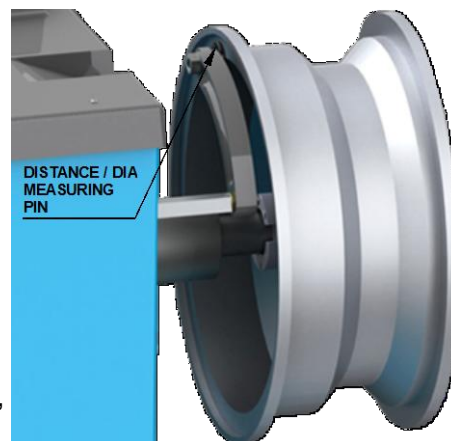

рис. 19
- Выдвиньте измерительную линейку так, чтобы она коснулась внутреннего профиля обода (см Рис.19). Держите линейку в таком положении около 3 сек. Значение расстояние обода отобразится на экране, сопровождаемое аудио сигналом